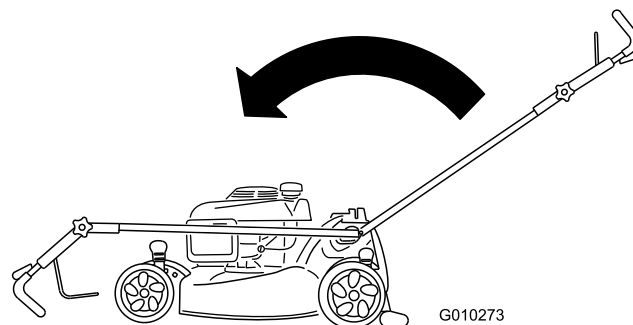

Figura 52
2. Mueva el manillar completamente hacia delante y afloje el pomo del manillar superior (Figura 52).